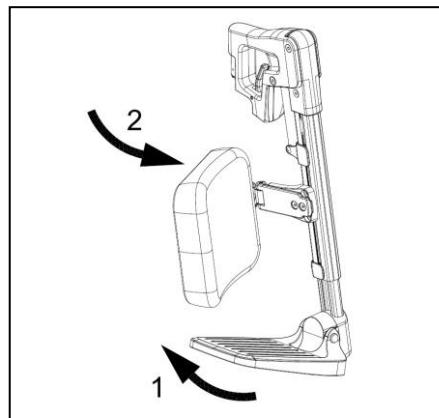

Figure 6.1
- Rabattre les plaques des repose-pieds vers le haut (fig. 6.1).
- Faire pivoter sur le côté les maintiens de mollet (le cas échéant) (fig. 6.1).